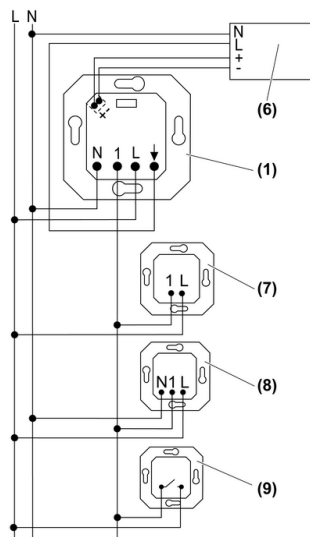
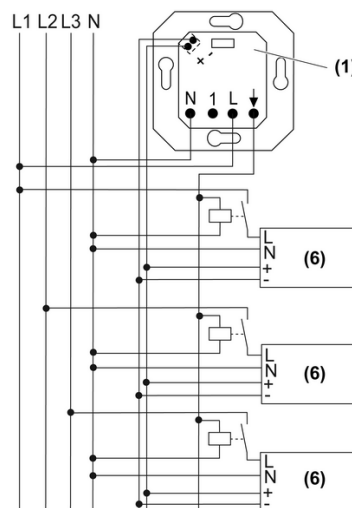

Figura 2: Schema di collegamento con regolatori esterni opzionali
Figura 3: Schema di collegamento con conduttori esterni diversi
- Collegare il modulo 1-10 V come da schema di collegamento (figura 2) o (figura 3).